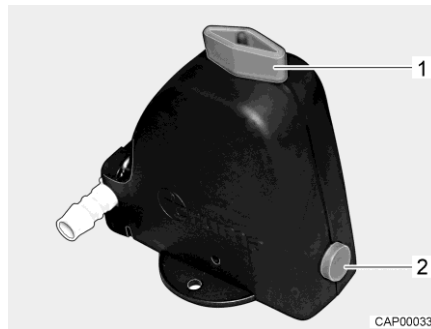

Bild 269 Sicherheits-/Ablassventil
- Das Sicherheits-/Ablassventil (Truma) öffnen. Dazu den Drehknopf (Bild 269,1) längs zum Sicherheits-/Ablassventil drehen. Der Druckknopf (Bild 269,2) springt heraus.